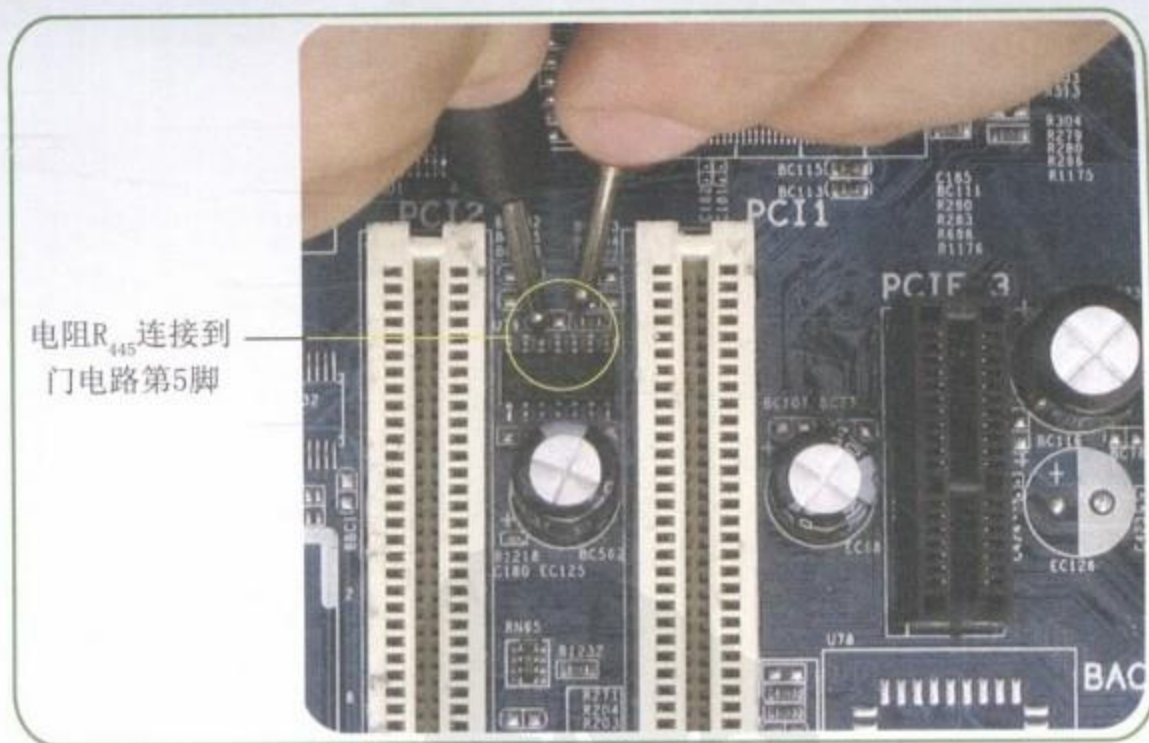

图10-14 测量电阻 R_{445} 到门电路的线路
Step 02 测量电源插座的第8脚连接的电阻 R_{445} 到门电路74HC14D的第5脚的线路，如图10-14所示。